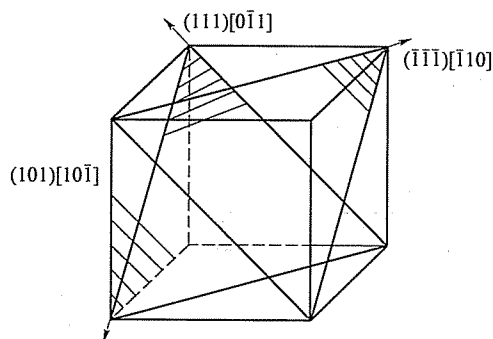

图 22-6 第四题第 1 小题解答图
(1) 如图 22-6 所示, 可作滑移面的为  $(\bar{1}\bar{1}\bar{1})$  和  $(111)$ , 滑移方向为  $[\bar{1}10]$  和  $[0\bar{1}1]$ , 它们可以构成两组滑移系。
(2) 若外力沿  $[001]$  方向, 仅滑移系  $(111)[0\bar{1}1]$  可以滑移, 其中